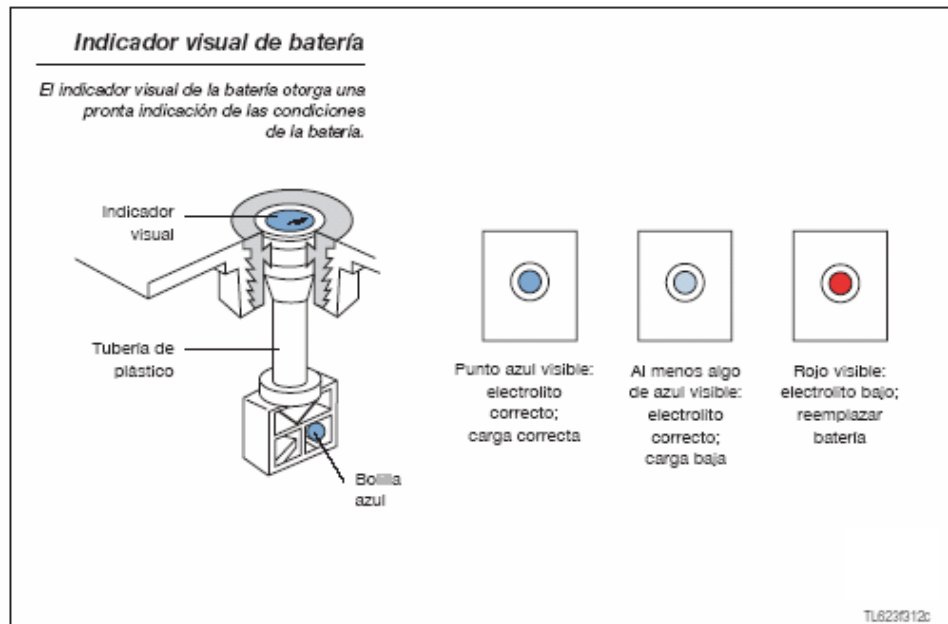

Figura 1.37 Indicador visual de la batería
6. Revise el indicador visual, como se muestra en la figura 1.37. Si lo ve de color rojo significa que la batería está demasiado descargada o que el electrolito está bajo. El nivel de electrolito es suficiente y la batería está cargada al menos en un 25% si se ve por lo menos algo azul.